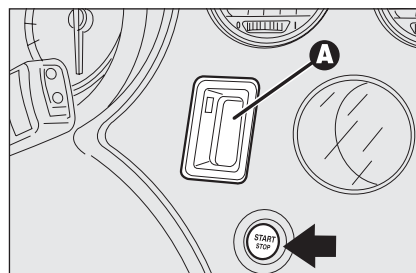

fig. 15
- lettore **A-fig. 15** della chiave elettronica (ubicato di fianco al volante);